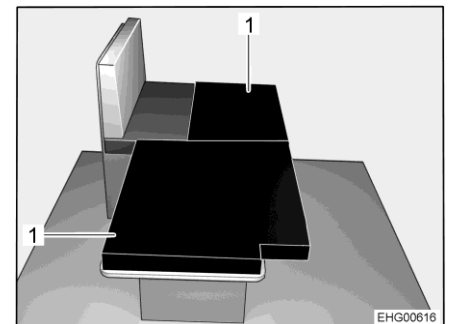

Fig. 63 Après la transformation
- Placer les deux coussins supplémentaires (Fig. 63,1) comme illustré sur la table abaissée.